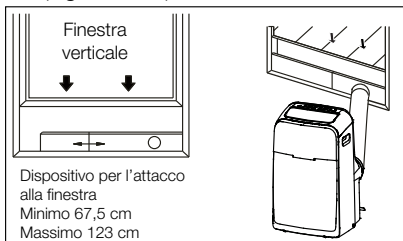

Fig. 9a
6. Applicare l'adattatore B nel dispositivo per l'attacco alla finestra e sigillare. (Fig. 9a & 9b)